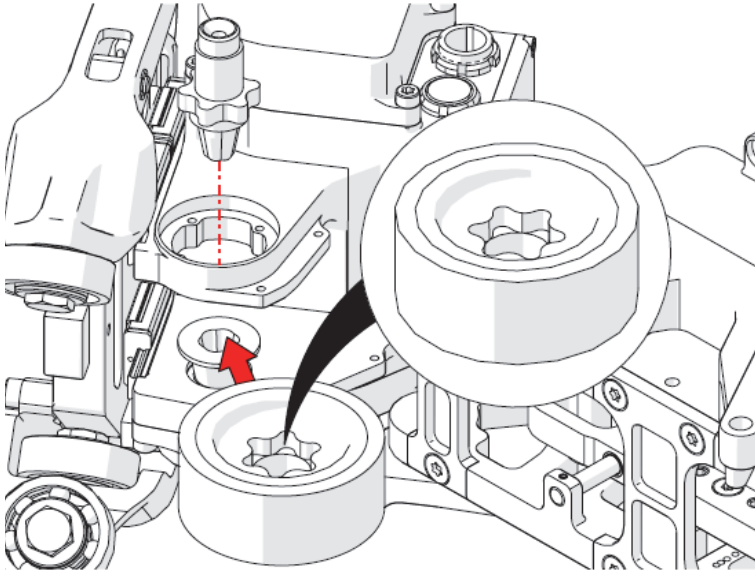

Figura 2-23 Instalación de la nueva rueda de conducción
27. Instale la nueva rueda de conducción, asegurándose de que la muesca dedicada al eje mire hacia arriba (ver Figura 2-23 en la página 104).